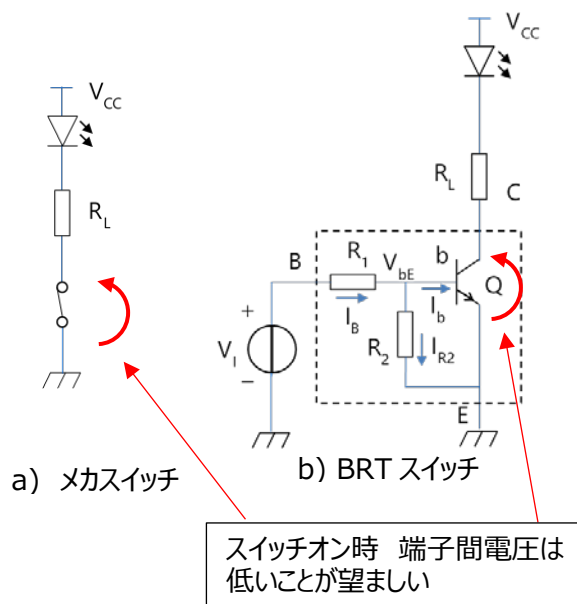

図 3-1 スイッチ端子間電圧
前述の①に関しては、負荷電流 I_C が変わることから設計条件の許す範囲で対応します。ここでは②に関して説明します。図 3-1 b) に記載の回路で考えます。まず BRT は RN1102 ($R_1=R_2=10k\Omega$) とし、制御電圧 V_I は $0V \Rightarrow 5V$ まで可変させることを考えます。
BJT ではスレッショルド電圧 V_{be} （0.6V 程度）を境にベース電流が流れはじめオン・オフします。BRT を用いた SW を図 3-1 の構成とすると、Q がオンし始める入力電圧 V_I は下式から R_2 に反比例し、 R_1 に比例することがわかります。